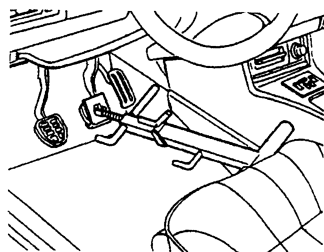

图 1-18 用踏板架固定制动踏板
- (3) 踩下踏板，并用踏板架定位，如图 1-18 所示。